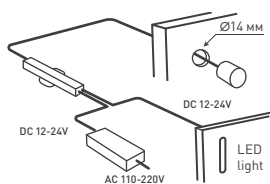

Рисунок 3. Установка датчика SR-PRIME MOTION
- Датчик MOTION монтируется в подходящем месте с учетом зоны срабатывания [рис. 3]. Свет будет включаться при обнаружении движения в зоне действия датчика и выключаться примерно через 40 секунд после прекращения движения.